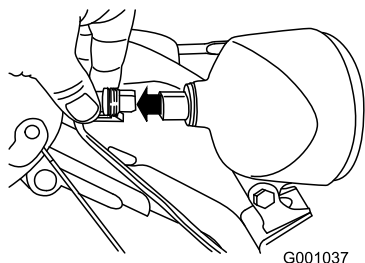

Figura 52
1. Retire o conector dos fios da parte de trás do farol (Figura 52).